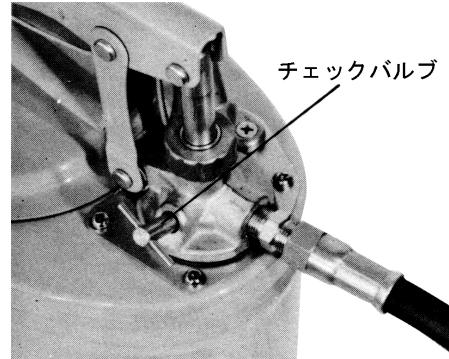

Fig.5
- 3) チェックバルブを締めてください。チェックバルブが緩んでいると圧力が上がりません。 (Fig.5)